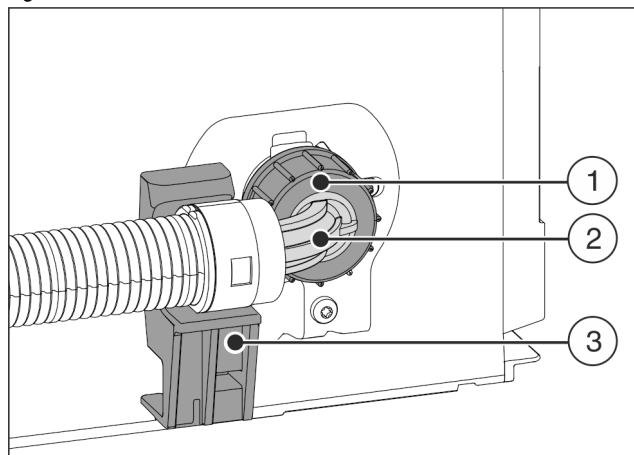

Fig. 9
- ▶ Umiestnite a pridržite zahnutý koniec hadice Fig. 9 (2) horizontálne na držiaku Fig. 9 (3).
- ▶ Naskrutkujtematicu Fig. 9 (1) rukou na závit, kým nedosiahnete bezpečné, pevné utiahnutie.